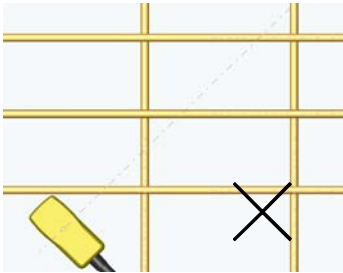
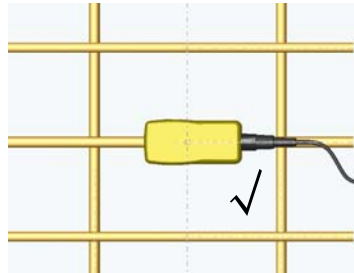

图 A.1
图 A.2
- 扫描方向应垂直于钢筋走向（如图 A.1），否则可能会造成误判（如图 A.2）。